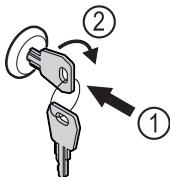

Fig. 120
- Ispauskite raktą Fig. 120 (1).
- Pasukite raktą 90° pagal laikrodžio rodyklę Fig. 120 (2).